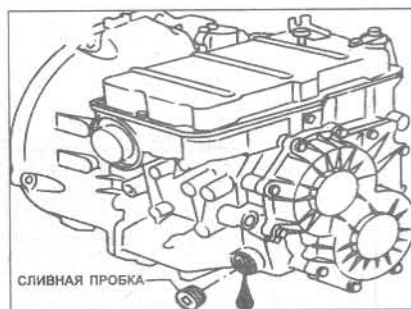

Рис. 7.4 Расположение сливной пробки (Глава 4)
- 3 Поместите подходящую емкость под трансмиссию, открутите сливную пробку на нижнем переднем крае передачи (см. Рис. 7.4). Слейте жидкость в контейнер.